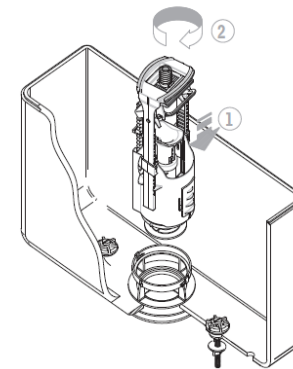

Рис. 3
- ### 3) Установить корпус клапана 8 в основание 11 и закрепить его, повернув вправо. Клапан в бачке должен располагаться согласно рис. 3 и не задевать стенок бачка или механизмов наполнительного клапана